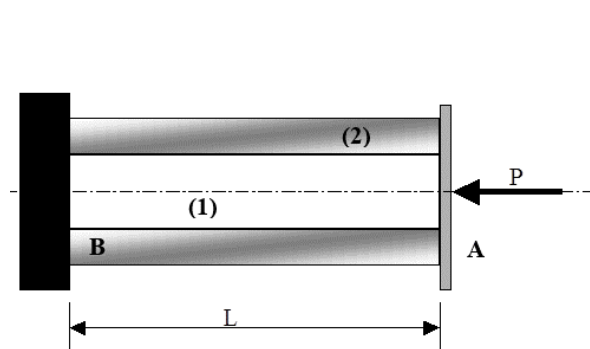

Figura 2.28
2.5.2 A barra da Figura 2.28 de comprimento L e de área de secção transversal A_1 , com módulo de elasticidade E_1 , foi colocado dentro de um tubo com o mesmo comprimento L , mas de área de secção transversal A_2 e módulo de elasticidade E_2 . Determine o deslocamento do ponto A quando uma força P é aplicada por meio de uma placa rígida.